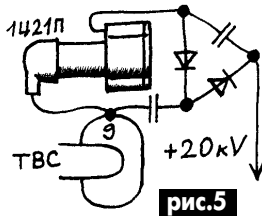

рис.5
4. При использовании развертки старого лампового телевизора в качестве генератора высокого напряжения (для пылеуловителя, покраски, копчения) могут возникнуть проблемы с высоковольтной катушкой ТВС-110Лам. Во время работы в режиме перегрузки, эта катушка сильно нагревается и выходит из строя. При ее замене умножителем напряжения пробивается один из его диодов. Наилучший результат дает замена катушки самодельным умножителем, в котором роль ответственного диода играет кенотрон (ламповый диод) 1Ц21П (**рис.5**). Конденсаторы можно взять с грубой регу-